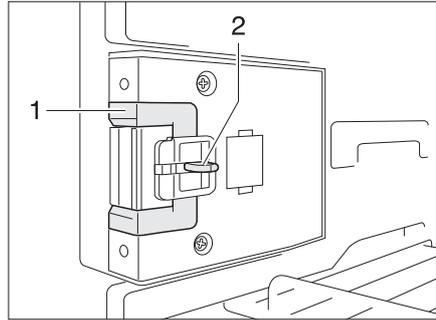
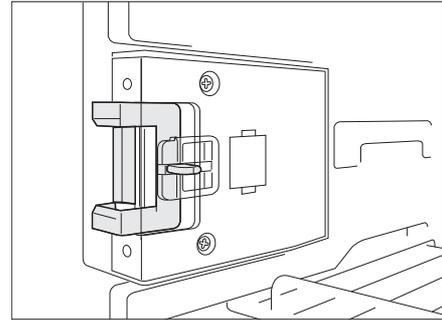

Bild 244 Verschlusseinrichtung in Normalstellung
Bild 245 Verschlusseinrichtung in Lüftungsstellung
- Die Entriegelung (Bild 244,2) eindrücken.
- Die Verschlusseinrichtung (Bild 244,1) nach vorn schieben (Bild 245).